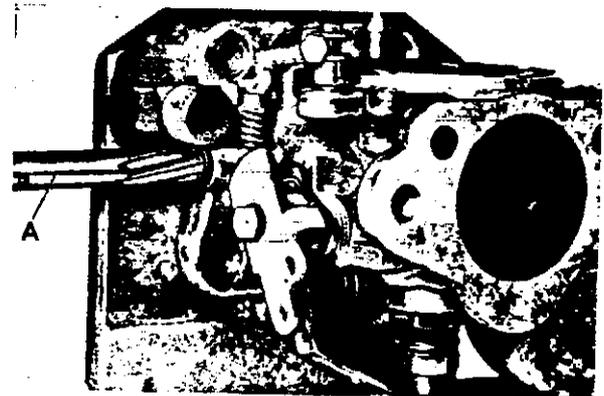

Abb. 20 Aufreiben des Buchsensitzes
2. Ständer SVO 2603 in einem Schraubstock einspannen und den Vergaser mit den Haken im Ständer einspannen, siehe Abb. 20. Für Arbeiten mit dem SU-Vergaser wird der dicke Bolzen des Ständers verwendet. Beachten, daß das Loch des Bolzens in einer Linie mit dem Loch der Drosselklappenwelle liegt.
3. Mit Reibahle SVO 2400 die Öffnungen für die Drosselklappenwelle im Gehäuse aufreiben, siehe Abb. 20. Die Reibahle nicht durch die Öffnung zurückziehen, sondern deren Befestigung lösen und die Reibahle in Arbeitsrichtung durch die Öffnung in der Grundplatte schieben. Wird das Aufreiben in einer Säulenbohrmaschine vorgenommen, ist die geringste Ge-